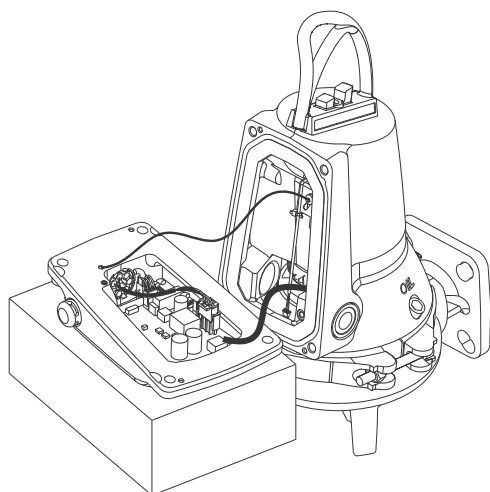

Рис. 18 Насос в вертикальном положении
4. Поднимите насос в вертикальное положение. См. рис. 18.